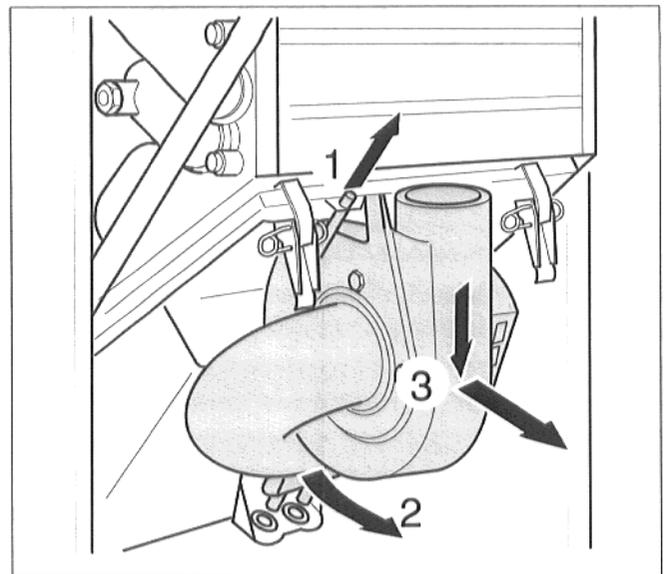

Abb. 33 Gebläse herausnehmen
- Gebläse nach oben schieben (Abb. 33, Pos. 1).
- Gebläse unten nach vorn schwenken (Abb. 33, Pos. 2) und nach unten und vorn (Abb. 33, Pos. 3) herausnehmen.